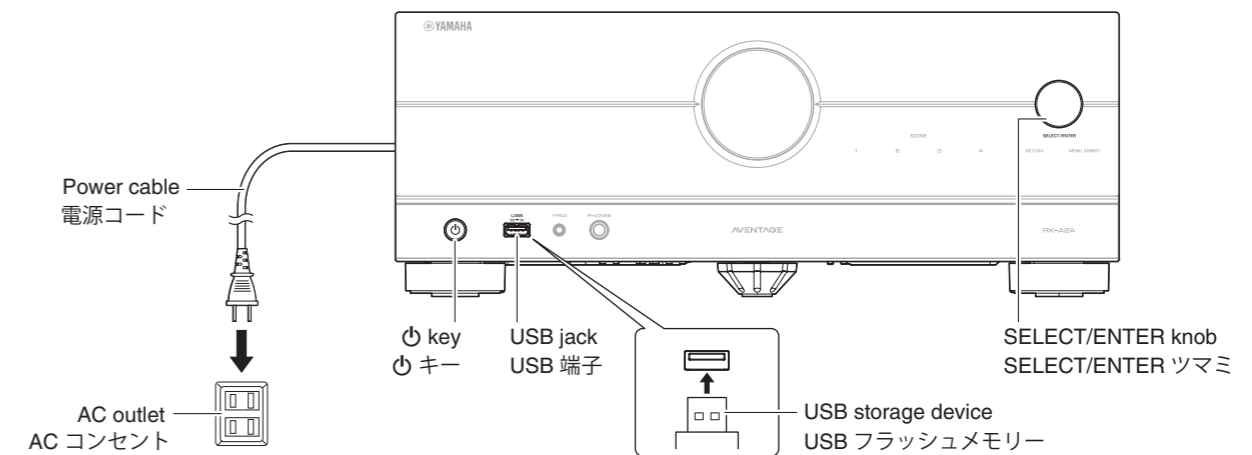

Fig. 1
1. Disconnect the power cable from the AC outlet. (Fig. 1)
2. Insert the USB storage device in which "firmware" is written to the USB jack. (Fig. 1)
3. While pressing SELECT/ENTER knob, connect the power cable to the AC outlet. (Fig. 1)
6. Press the \odot key to turn off the power. (Fig. 1)
7. Remove the USB storage device from the USB jack. (Fig. 1)
2. USB 端子にファームウェアが書き込まれた USB フラッシュメモリーを差し込みます。 (Fig. 1)
3. SELECT/ENTER ツマミを押しながら、電源コードを AC コンセントに接続します。 (Fig. 1)
6. \odot キーを押して電源を切ります。 (Fig. 1)
7. USB 端子から USB フラッシュメモリーを抜きます。 (Fig. 1)